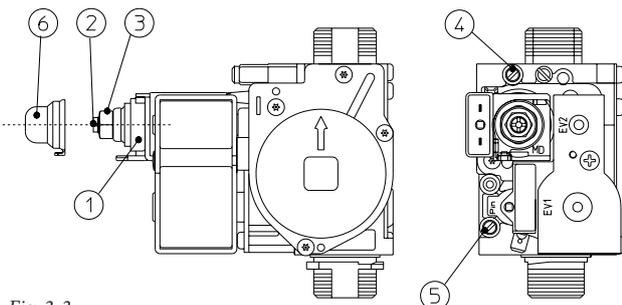

Fig. 3-3
N.B.: tutte le operazioni relative alle regolazioni dello scaldabagno devono essere effettuate da un tecnico abilitato (ad esempio il Servizio Assistenza Tecnica Immergas). La taratura del bruciatore deve essere effettuata con un manometro differenziale ad "U" o digitale, collegato ad un Y da interporre sul tubicino in silicone che va dalla valvola gas alla camera stagna e alla presa pressione di uscita valvola gas (part. 4 fig. 3-3), attenendosi al valore di pressione riportato nella tabella paragrafo 3.13 per il tipo di gas per il quale lo scaldabagno è predisposto.
- Regolazione della potenza termica nominale (fig. 3-3).
- Regolare sul dado in ottone (3) la potenza nominale dello scaldabagno, attenendosi ai valori di pressione massima riportati nelle tabelle di (Parag. 3.13) a seconda del tipo di gas.
- Regolazione della potenza termica minima (Fig. 3-3).